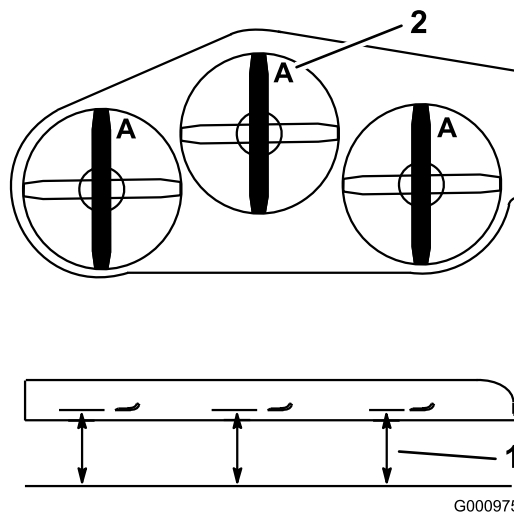
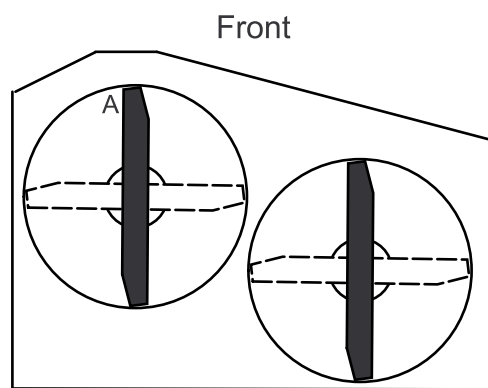

Figure 87
Figure 88
3. Placez la machine sur une surface plane, tournez une lame dans le sens longitudinal. Mesurez au point A et entre la surface plane et le bord coupant des pointes des lames (Figure 87) Pour les plateaux de coupe 36 pouces, reportez-vous à la Figure 88.